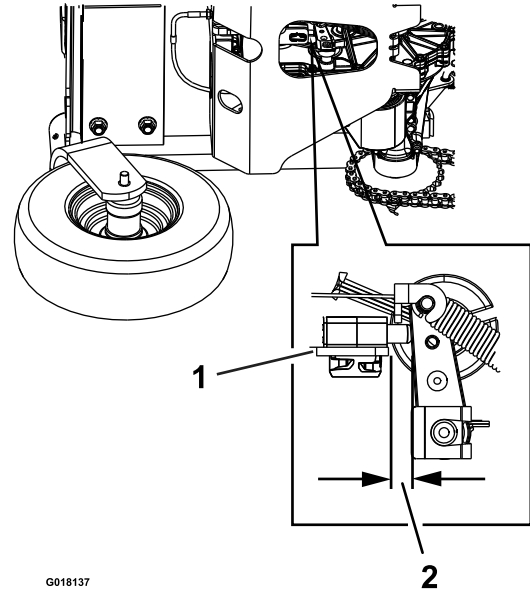

Figure 17
5. Vérifiez la distance entre le support du contacteur de frein de stationnement et le bras de frein hydraulique. Il doit y avoir un espace de 3,2 mm. Voir Figure 17.